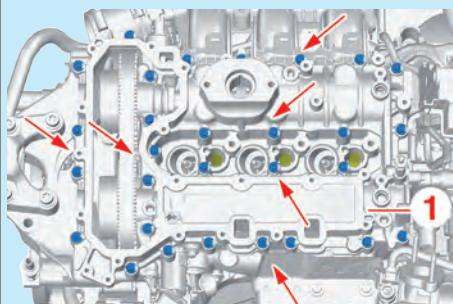

Fig.1
- Déposer le couvre-culasse inférieur (1) (Fig.1).